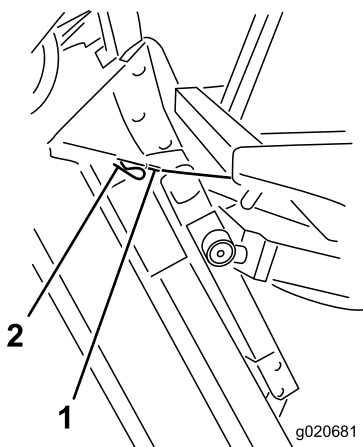

Figure 119
6. Tout en maintenant l'unité à la verticale, placez l'extrémité du câble sur l'axe du bras de levage et fixez-le en position à l'aide de la goupille fendue (Figure 119).